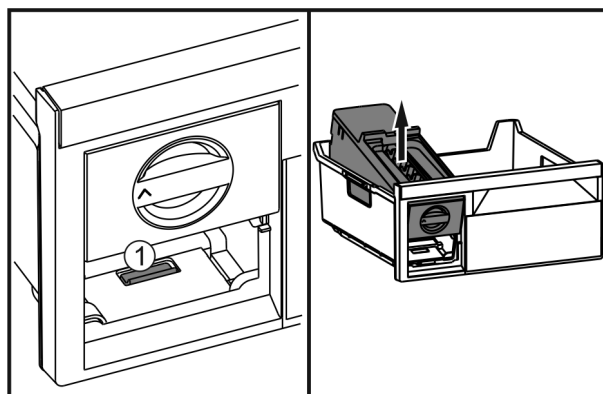

Fig. 47
- ▶ Presionar la lengüeta Fig. 47 (1), levantar el EasyTwist-Ice por detrás y extraerlo del cajón para congelados.